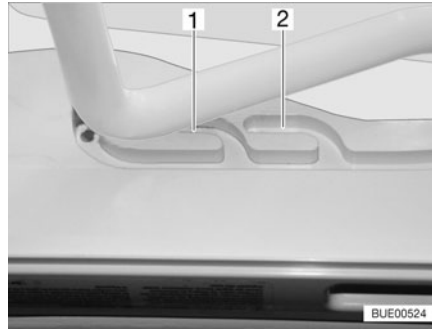
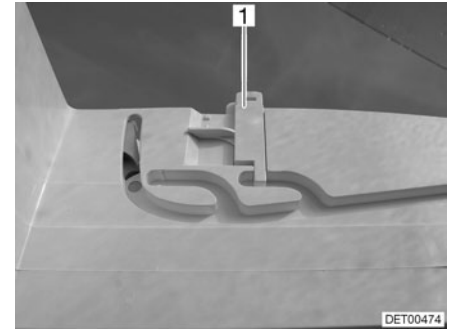

Fig. 65 Claraboya Heki en posición de ventilación
Fig. 66 Bloqueo de la posición de ventilación
La claraboya Heki se puede colocar en dos posiciones de ventilación: Posición de mal tiempo (Fig. 65,1) y posición mediana (Fig. 65,2). Según el modelo, la claraboya podrá ser bloqueada en la posición mediana con el pestillo (Fig. 66,1).
- Presionar el estribo ligeramente hacia arriba y empujarlo en la guía seleccionada (Fig. 65,1 ó 2) y, si fuera necesario, bloquearlo.